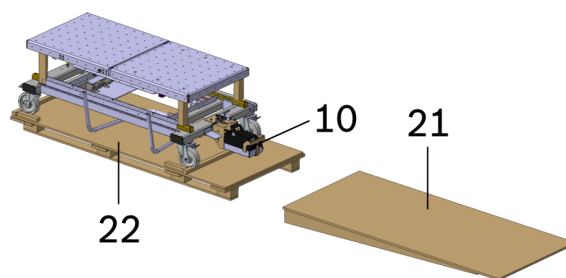

Figur 8: Sakseliftbord på pallen
1. Fjern træstrimlerne (24) fra foran styrehjulene (6) (se Figur 8).
2. Tryk bremsepedalen (12) op for at frigive bremsen.
3. Hold håndtaget (1). Rul forsigtigt sakseliftbordet ned ad rampen (21) ved hjælp af en assistent.
2. Fjern træapperne (23) fra sakseliftbordet (se Figur 8).